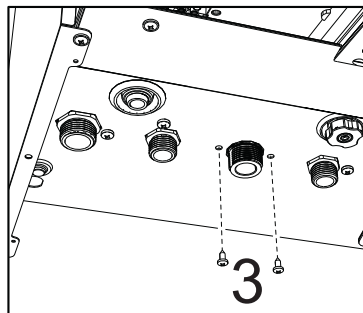

fig. 67 -
- Draai de schroeven "3" los ("fig. 67 -")